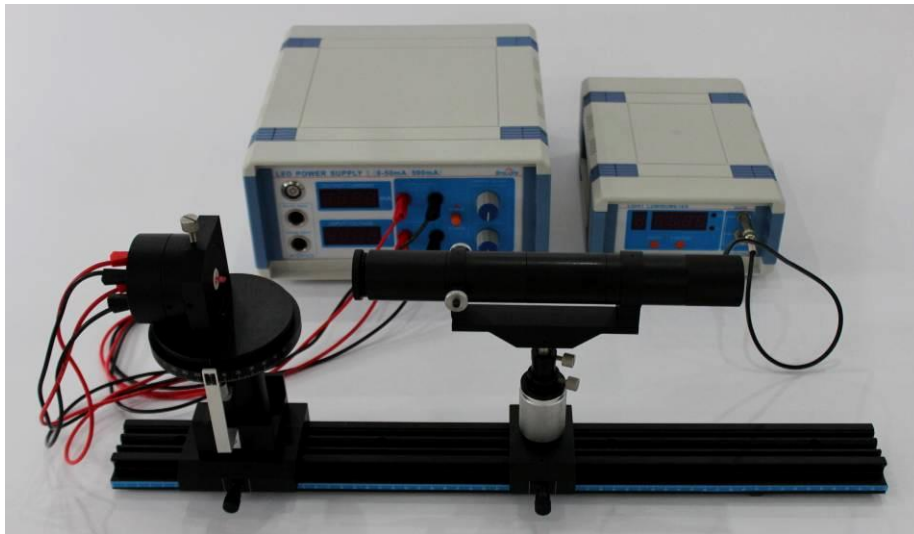

图 14 电流-光强测试实验搭建图
- 1、核对包含图 14 中所示实验部件。用 4 根实验导线连接好 LED 夹具电流端、电压端和恒流源电流输出端和电压输入端，将 LED 插装于夹具上，把夹具固定在光源调整平台上，此时应将转动盘上的刻线与中心线对齐。将照度计探头探头的保护盖拧下并置于光阑筒末端，并将照度计连接头插于面板的 A 端口（lux）。（注意：放置探头时轻拿轻放，避免破坏光阑筒的调整状态！）（注意：LED 的较长脚为正极，对应夹具的“+”端口）